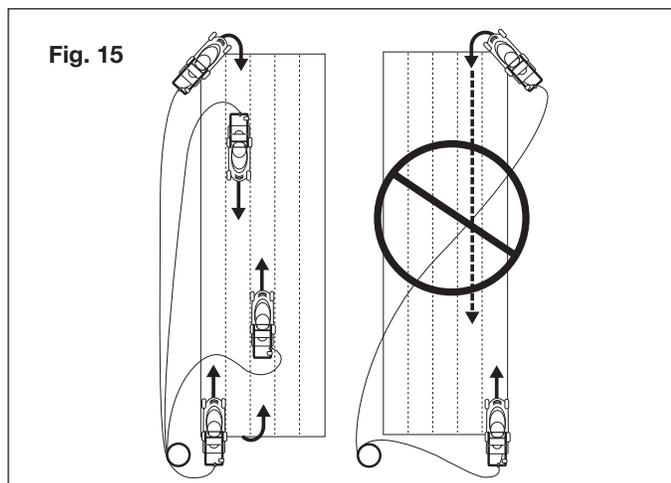

Fig. 15
- Ne tondez pas en décrivant des cercles. Déplacez-vous d'un côté à l'autre de la pelouse selon le schéma ci-dessous (Fig. 15).